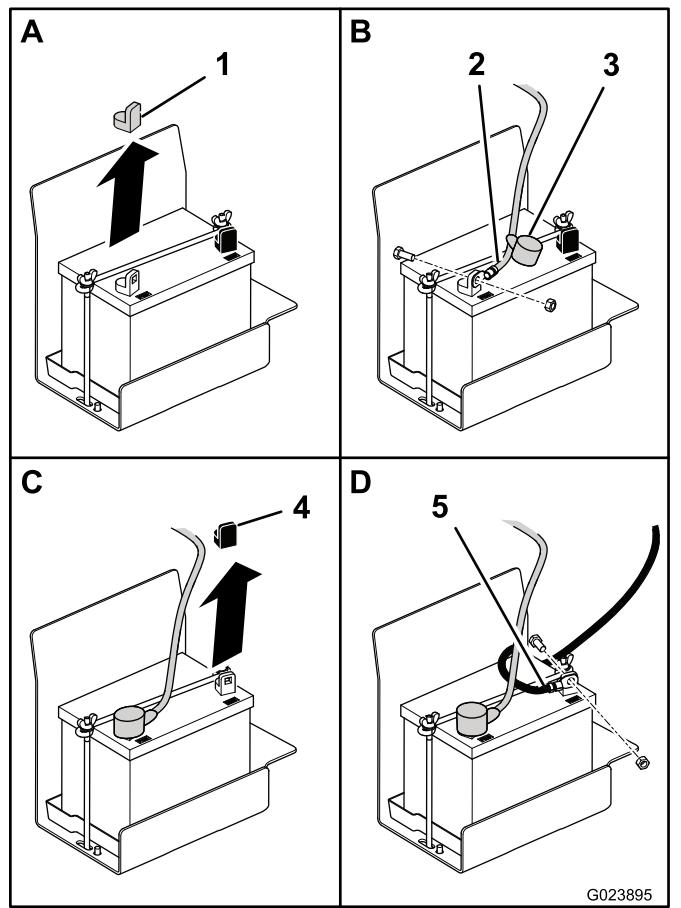

Figura 5
- Rimuovete il cappuccio di plastica rosso dal morsetto positivo della batteria (Figura 5).